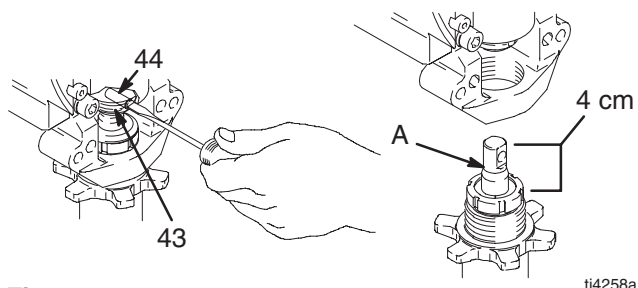

Fig. 10
4. Fig. 10. Lad pumpen køre i JOG-funktionen, indtil pumpestiften (44) er placeret, så den kan fjernes. Sluk for strømmen, og tag ledningen ud af stikket. Skub holderingen (43) op, og skub pumpestiften ud.
1. Fig. 10. Lad pumpens stempelstang køre 3,81 cm ud. Smør fedt på den øverste del af pumpestangen (A) eller inde i plejstangen.